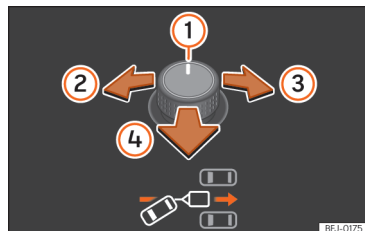
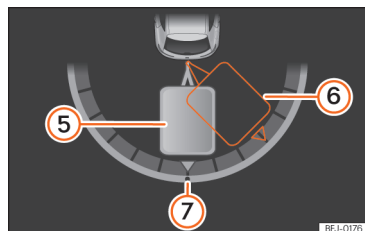

Рис. 173 Регулятор зовнішніх дзеркал: вибір кута причепа.
Рис. 174 Дисплей комбінації приладів: рух заднім ходом.
Пояснення >>> **рис. 173**, >>> **рис. 174:**
- Натискайте регулятор дзеркал у потрібному напрямку >>> **рис. 173**. Відносне положення автомобіля й причепа відображається на дисплеї комбінації приладів >>> **рис. 174**.